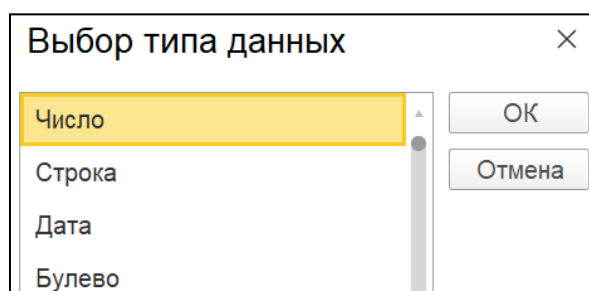

Рис. 21. Выбор типа данных
2. Выберите тип данных «Число» и нажмите «ОК» (рис. 21).